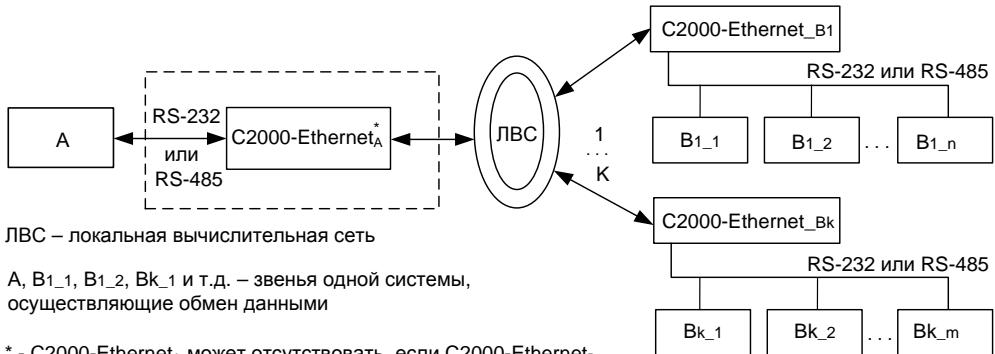

Рисунок 2 Общая схема использования «C2000-Ethernet»
– **Прозрачный режим.** Осуществляет передачу данных из интерфейса RS-232 или RS-485 в Ethernet и обратно. Предназначен для использования как в составе системы «Орион» (протокол «Орион» и «Орион Про»), так и других систем (Рисунок 2).